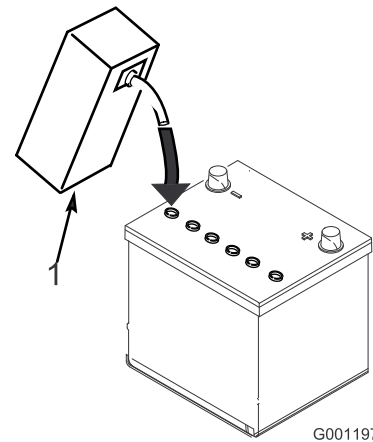

Figura 4
3. Riempite con cautela ciascun elemento di elettrolito finché le piastre non sono coperte con circa 6 mm di fluido (Figura 4).
4. Attendete circa 20 o 30 minuti perché le piastre assorbano l'elettrolito. All'occorrenza rabboccate finché l'elettrolito non è a circa 6 mm dalla base della tazza di riempimento (Figura 4).